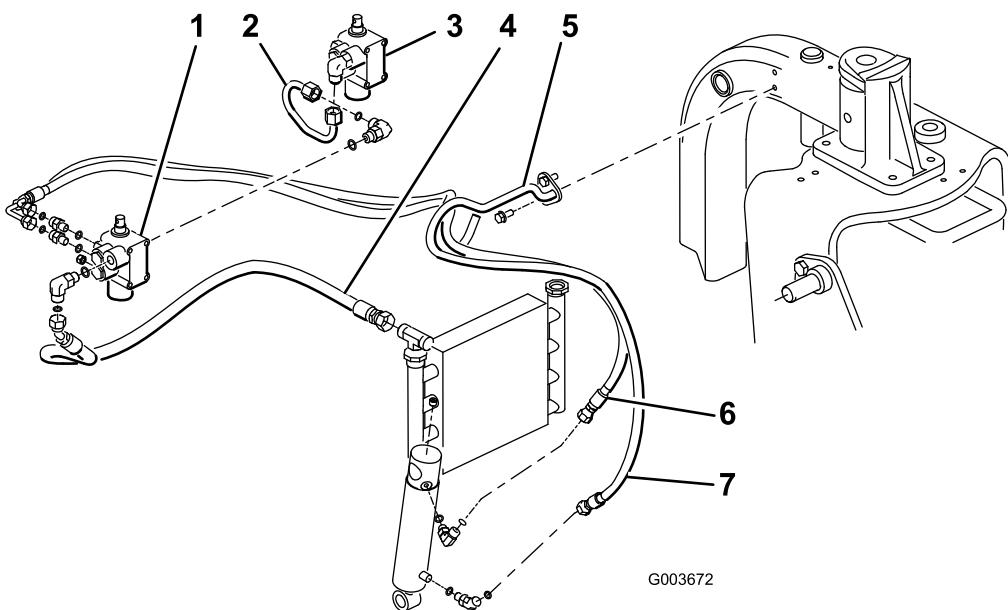

図 14
**注** T油圧チューブをはずした時に流れ出るオイルの量をできるだけ少なくするために、交換用のホースを準備しておくか、オイル・クーラについているフィッティングにキャップをかぶせるとよい。キャップは、チューブ・アセンブリ（108-8447）についていた保護用のキャップを取り外して使用するといよ（図 14）。
4. 新しいバルブの左側についている90° フィッティングと既存の昇降バルブのフィッティングとを、チューブ・アセンブリ（P/N 108-8447）で接続する（図 14）。
5. 油圧ホースについている45° フィッティング（P/N 108-8449）を、バルブ側の90° フィッティングに接続し、ホース側のストレート端を空になったオイル・クーラのフィッティングに接続する（図 14）。ホースの接続については、図 15と図 16を参照のこと。
6. タップねじ2本（(5/16 x 3/4 インチ)）を使って、左側フレームのチューブにワイヤ・ホース・ホルダを取り付ける（図 14）。
7. 油圧ホースについている短い90° フィッティング（P/N 108-8453）を、バルブ後部の上有するストレート・フィッティングに接続する。ワイヤ・ホース・ホルダに油圧ホースを通し、ホースのストレート端を油圧シリンダの上側フィッティングに接続する（図 14）。ホースの接続については、図 15と図 16を参照のこと。
8. 油圧ホースについている長い90° フィッティング（P/N 108-8454）を、バルブ後部の下側にあるストレート・フィッティングに接続する。ワイヤ・ホース・ホルダに油圧ホースを通し、ホースのストレート端を油圧シリンダの下側フィッティングに接続する（図 14）。ホースの接続については、図 15と図 16を参照のこと。鋭利な部分、高温部、可動部などの近くにホースを配置しないよう注意すること。